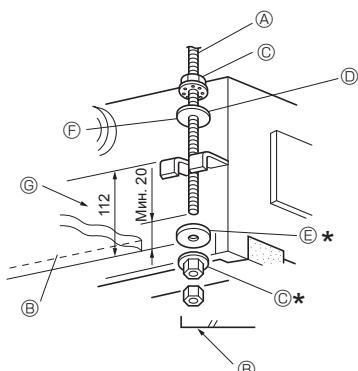

Рис. 2-7
1. Заранее насадите шайбы ① ② (входят в комплект) и соответствующие гайки (приобретаются на месте) на подвесной болт. (Рис. 2-7)
* Выполняйте эту операцию в следующей последовательности (начиная сверху): гайка, шайба с изоляцией ②, шайба без изоляции ①, 2 гайки.
* Расположите шайбу с изоляцией ② таким образом, чтобы изоляция была обращена вниз, как изображено на рисунке.
2. Поднимите прибор и установите его на место, правильно отцентровав по отношению к подвесному болту. Пропустите скобу между шайбами ① и ②, которые уже на месте, и закрепите гайки. Повторите данную операцию в четырех точках.